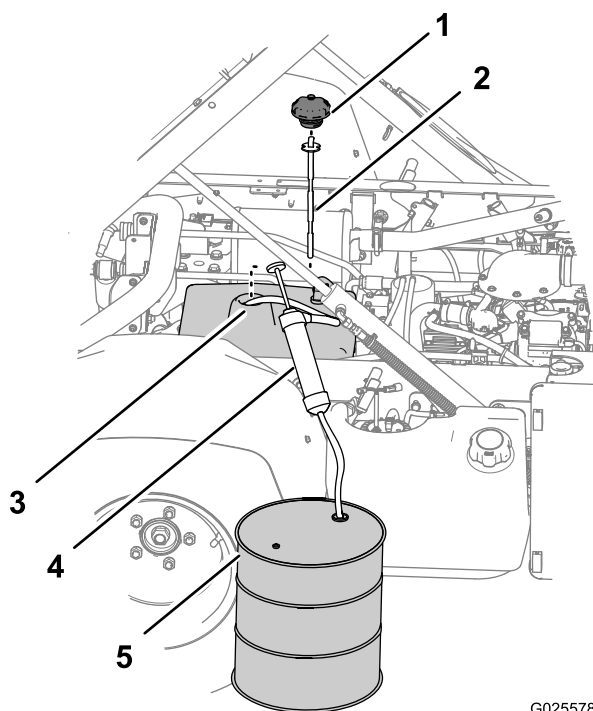

Figura 91
3. Retire a tampa e a vareta do tubo de enchimento do reservatório (Figura 91).
4. Encaminhe a mangueira de admissão do equipamento sifão através do tubo de enchimento do reservatório hidráulico e até ao fundo do reservatório (Figura 91).
5. Direcione a mangueira de descarga do equipamento sifão para um recipiente de recolha (Figura 91) com 11,4 litros de capacidade (modelo não TC) ou 18,9 litros de capacidade [Modelo não TC com o Kit de fluido hidráulico de alto fluxo (opcional) ou modelo TC].
7. Retire o equipamento sifão do reservatório (Figura 91).
8. Adicione 7,5 l (modelo não TC) ou 15,1 l [modelo não TC com o Kit de fluido hidráulico de alto fluxo (opcional) ou modelo TC] do fluido hidráulico especificado ao reservatório hidráulico (Figura 91).
9. Instale a vareta e a tampa no tubo de enchimento do reservatório hidráulico (Figura 91).